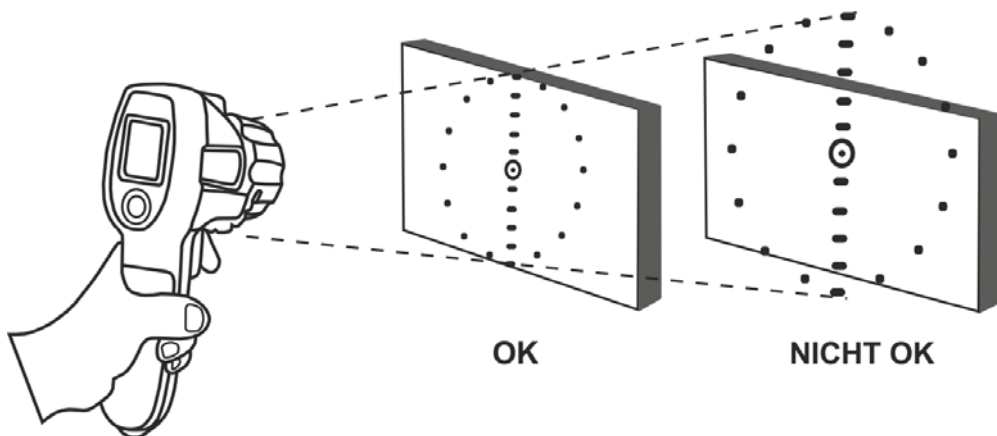

Abb. 17: Korrekte Messbedingungen
6. Stellen Sie sicher, dass der Gegenstand, dessen Temperatur Sie messen möchten, mindestens so groß wie die Messfeldfläche ist (siehe Abb. 17). Je kleiner der zu messende Gegenstand ist, desto kleiner muss der Abstand von Gegenstand selbst sein. **Wenn Genauigkeit wichtig ist, stellen Sie sicher, dass der Gegenstand mindestens zweimal so groß wie die Messfeldfläche ist.** Um einen "Hot Spot" zu messen, sollten Sie das Thermometer zum Gegenstand ausrichten und das Gerät dem Gegenstand entlang bewegen, bis Sie den heißen Punkt finden.